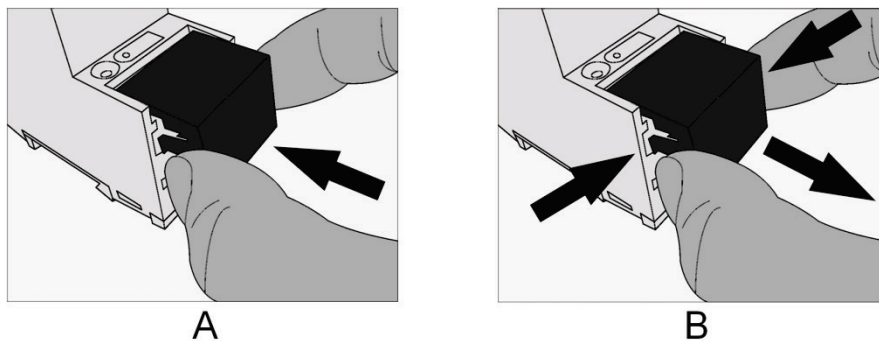

Figure 2: Placer/enlever le capuchon
- Placement du capuchon: le capuchon est glissé sur la borne de bus jusqu'à ce qu'il se verrouille de manière perceptible (voir Figure2: Placer/enlever le capuchon (A)).
- Retirer le capuchon: pour enlever le capuchon, l'enfoncer légèrement sur le côté et le retirer vers l'avant (voir Figure2: Placer/enlever le capuchon (B)).